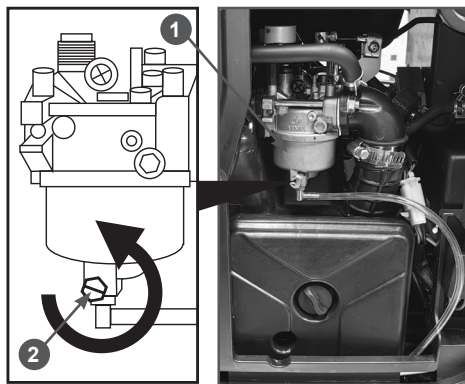

Рис. 15. Слив топлива из карбюратора
- Отвёрткой с плоским наконечником или ключом 10 мм открутите на карбюраторе 1 винт 2 на 2-3 оборота и слейте топливо из поплавковой камеры через дренажную трубку в подготовленную для этого емкость (Рис. 15).